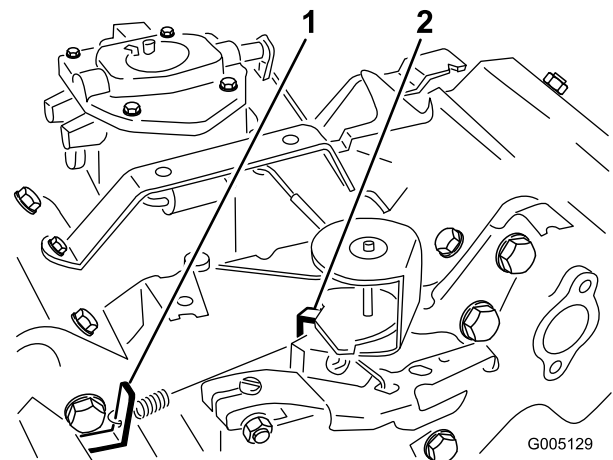

Bild 36
3. Biegen Sie den Anker-Federmitnehmer (Bild 36), um eine Leerlaufgeschwindigkeit von 1625 ± 100 U/min zu erzielen. Prüfen Sie die Motordrehzahl mit einem Drehzahlmesser.
5. Stellen Sie den Gasbedienungshebel auf Schnell". Biegen Sie den Federankermitnehmer in der Vollgaseinstellung (Bild 36), um eine hohe Leerlaufgeschwindigkeit von 2850 ± 50 U/min zu erzielen.